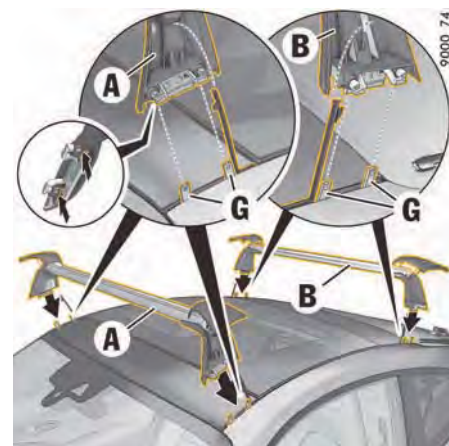

図261: キャリアの長さを調節する
- 5. キャリアをロータリー・ホルダー G 上に再び配置してください (305ページの図261)。